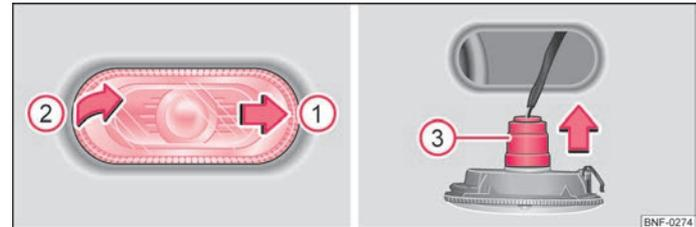

Abb. 120 Rechte Seite: Glühlampe der Blinkleuchte auswechseln
- Schieben Sie die seitliche Blinkleuchte in Pfeilrichtung ① ⇒ Abb. 120.
- Hebeln Sie die Blinkleuchte aus der Karosserie in Pfeilrichtung ② heraus.
- Ziehen Sie den Lampenhalter ③ in Pfeilrichtung heraus.